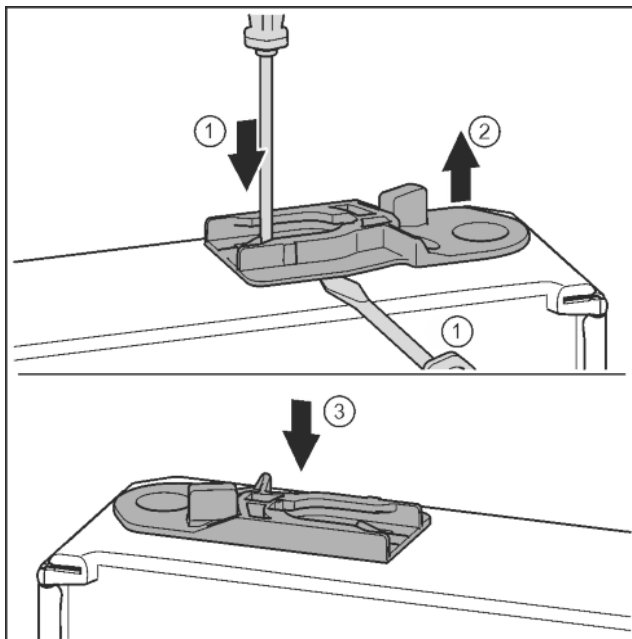

Fig. 37
- ▶ Vytáhněte vodící pouzdro: Stiskněte jazyček šroubovákem a současně plochým šroubovákem zajed'te pod vodící pouzdro. *Fig. 37 (1, 2)*
- ▶ Vodící pouzdro přiložené v příslušenství zasuňte na druhé straně pláště. *Fig. 37 (3)*